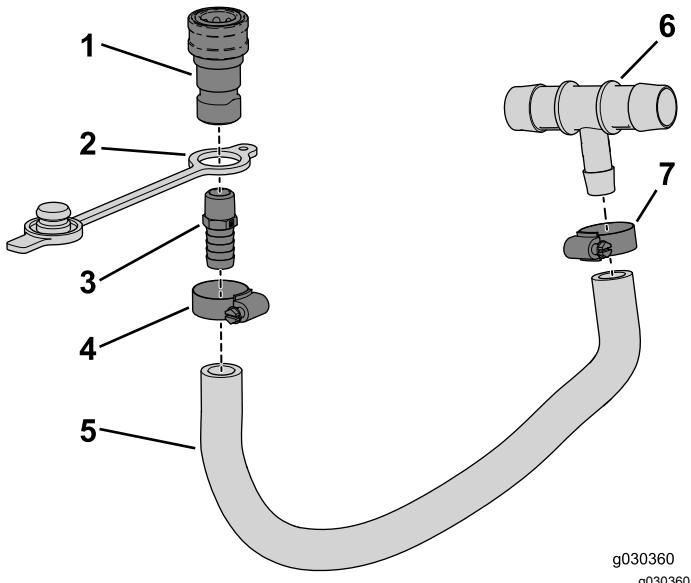

Figura 9
2. Coloque el tapón guardapolvo en el extremo roscado del acoplamiento recto (Figura 9).
3. Enrosque el acoplamiento recto (espiga de 3/8 NPT x 0,625) en el acoplamiento hembra (Figura 9).
6. Introduzca el extremo dentado del conjunto en la manguera y sujételo con la abrazadera (1/2" a 1 1/4"), según se muestra en Figura 9.
7. Introduzca el extremo dentado del acoplamiento en T en la manguera y sujételo con la abrazadera (1/2" a 1 1/4"), según se muestra en Figura 9.
1. Retire los tapones de los orificios del tubo de soporte (Figura 9).